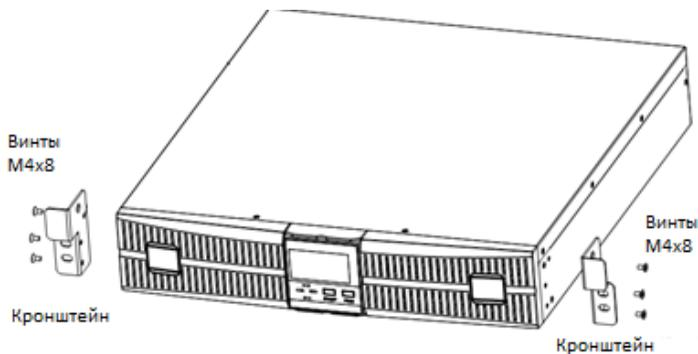

Рис. 4-7 Установка кронштейнов
- Закрепите два кронштейна шестью винтами М4х8 как показано на Рис.4-7